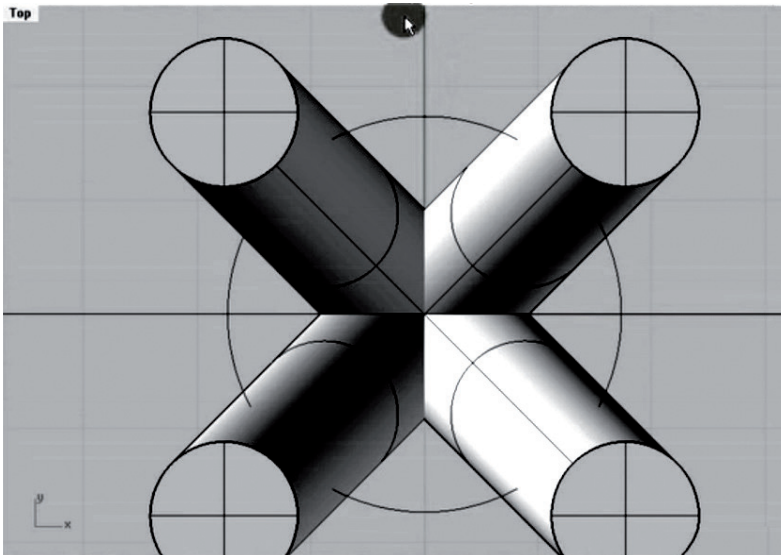

Рис. 106. Окружность, созданная при построении каста
16. Из получившейся точки в окне Top строим окружность так, чтобы она немного заходила на все четыре цилиндра (рис. 106).